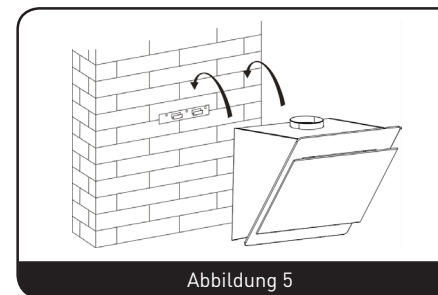

Abbildung 5
2. Heben Sie die Abzugshaube an und hängen Sie sie in die Haken der Wandhalterung ein. (Abbildung 5)